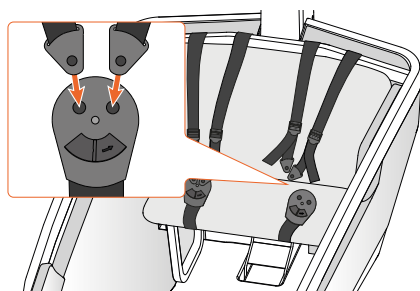

Figure 34 - Bouclez les ceintures..
1. Placez le vélo sur sa béquille ❶.
4. Insérez les boucles de ceinture dans l'attache, comme indiqué à la figure 34 :